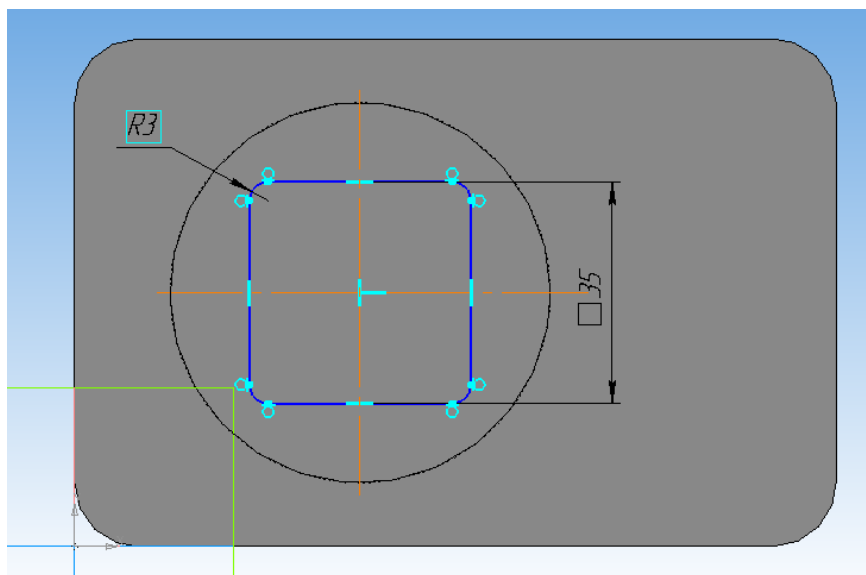

Рисунок 35.
13. В строке параметров задать значение высоты и ширины прямоугольника **35 мм**. По углам прямоугольника выполните скругление **R3** (рисунок 35). Выйдите из режима «Эскиз».